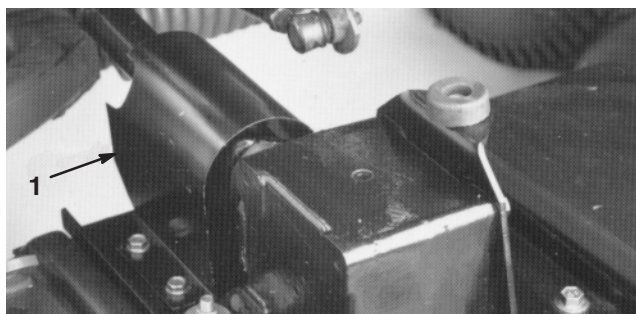

Figure 4
1. Enlevez les 2 vis autotaraudeuses maintenant le capot de la PDF au-dessus de la plaque de montage du boîtier d'engrenages du plateau de coupe et déposez le capot (Fig. 4).